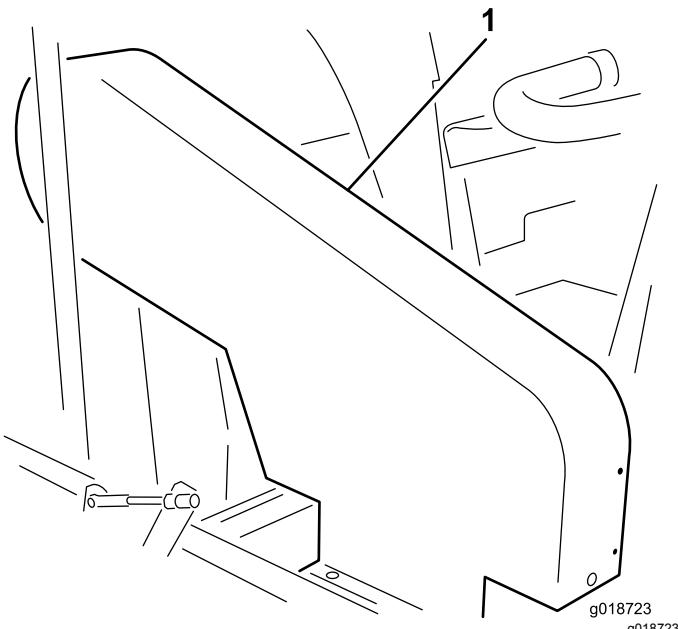

Figura 19
**Nota:** No es necesario retirar el protector de la correa superior (Figura 19) para comprobar la tensión de la correa. Si retira el protector de la correa, retire los 4 pernos, las arandelas y las tuercas que sujetan el protector al chasis. No utilice la máquina sin los protectores instalados.
Compruebe la tensión presionando la correa en el punto intermedio entre las poleas del embrague y el impulsor con una fuerza de entre 18 y 22 N. La correa debe desviarse 1,3 cm. Si la desviación no es correcta, consulte Ajuste de la correa de transmisión del impulsor \(página 27\). Si la desviación es correcta, continúe con el funcionamiento normal (Figura 19).
Compruebe la tensión presionando la correa en el punto intermedio entre las poleas del embrague y el eje secundario con una fuerza de entre 18 y 22 N. La correa debe desviarse 6 mm. Si la desviación no es correcta, consulte Ajuste de la correa del eje secundario \(página 27\). Si la desviación es correcta, continúe con el funcionamiento normal (Figura 19).
1. Retire los 4 pernos, las arandelas y las tuercas que sujetan la cubierta superior al chasis (Figura 19).